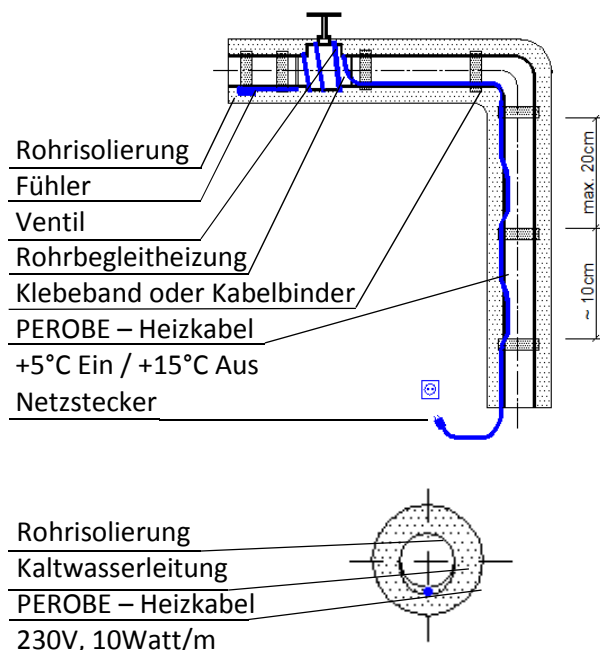
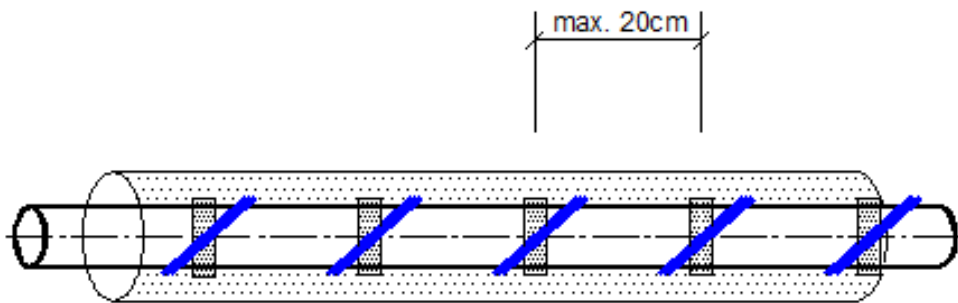
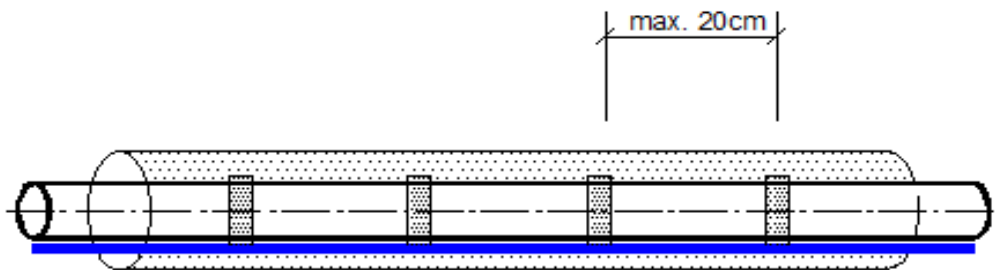

Bild 1
Bild 3 – Umwicklung
Bild 4 – Gestreckte Installation
- Leichte Montage (s. auch Bild 3 und 4)
Die Heizleitung wird direkt an das Rohr mit einem Aluminiumklebeband montiert. Dies gewährleistet eine optimale Wärmeübertragung zwischen dem Heizkabel und dem Rohr (s. auch Bild 1, Bild 3 und Bild 4). Die Rohrleitungen sind ausreichend zu dämmen, um den Wärmeverlust möglichst gering zu halten. Die Isolierung ist gegen das Eindringen von Feuchtigkeit zu schützen.